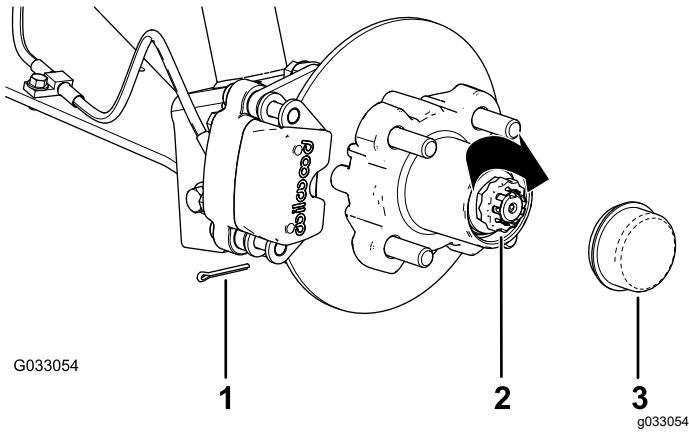

Figure 35
- Placez l'arrêt d'écrou sur l'écrou et vérifiez que la fente dans l'arrêt et le trou dans la fusée sont alignés afin de pouvoir insérer la goupille fendue (Figure 35).
- Insérez la goupille fendue et repliez chacune de ses pattes autour de l'arrêt d'écrou (Figure 35).
- Reposez le couvre-moyeu sur le moyeu (Figure 35).